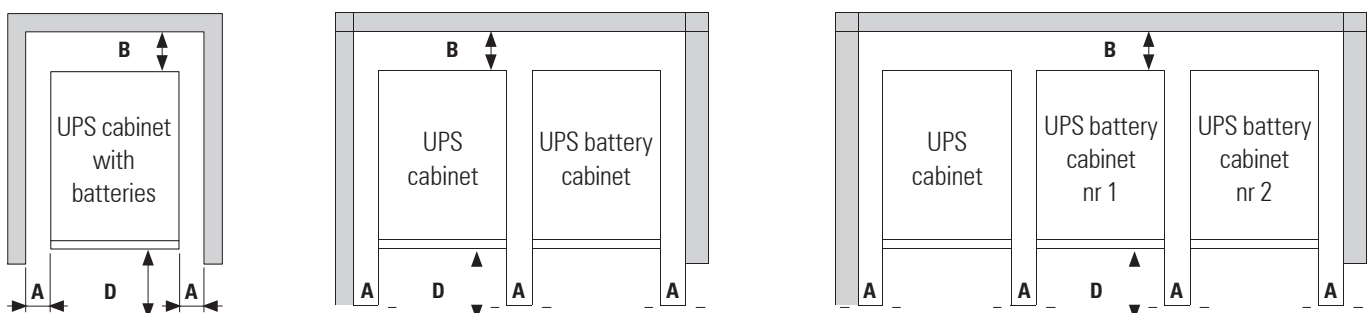

Fig. 30. Linhas de dimensão periférica mínima para o arrefecimento do UPS.
- Como i.e. a Fig. 30 mostra dois casos típicos dependendo do modelo. A que é baseada em um único gabinete, UPS com as baterias instaladas, eo um do UPS com baterias em um gabinete separado ou tempo de backup estendido.